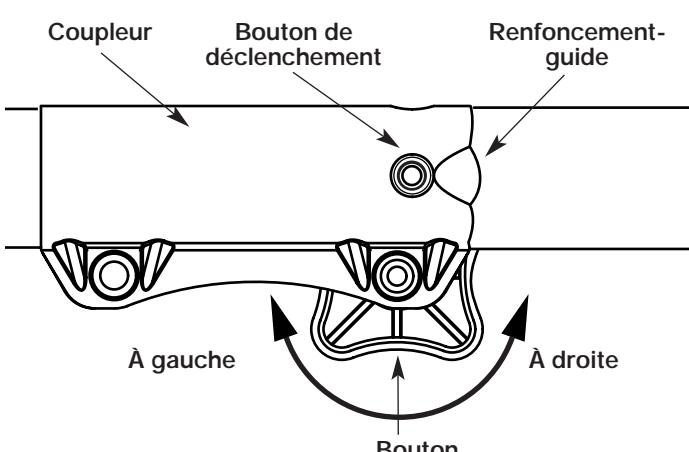

Fig. 5
1. Dévissez le bouton vers la gauche (Fig. 5).
2. Appuyez sur le bouton de déclenchement et maintenez-le enfoncé (Fig. 5).
2. Dévissez le bouton vers la gauche (Fig. 5).
**REMARQUE** : alignez le bouton de déclenchement avec le renforcement-guide pour faciliter l'installation (Fig. 5).